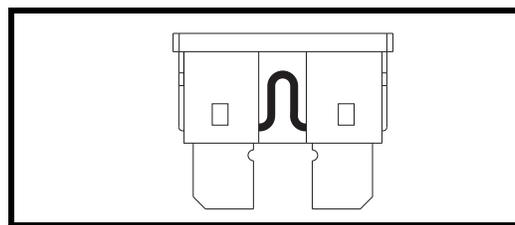

Figura 27. Fusibile funzionante
1. Usare la piantone del sedile, sollevare la parte anteriore allineando i fermi del telaio della parte anteriore con il tubo del telaio inferiore della parte posteriore. **Vedere figura 27.**